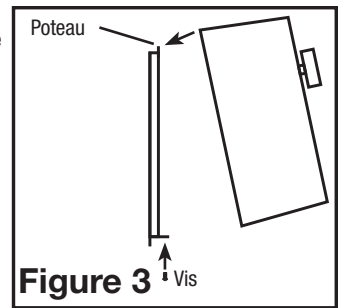

Figure 3
5. Re-install front cover by aligning the two holes on the top of the cover with the two posts on the plate. Secure with cover screw supplied in parts pack (**Figure 3**).
5. Réinstallez le couvercle avant en alignant les deux trous sur le dessus du couvercle avec les deux ergots de la plaque. Fixez avec la vis du couvercle fournie dans le sachet de pièces (Figure 3).